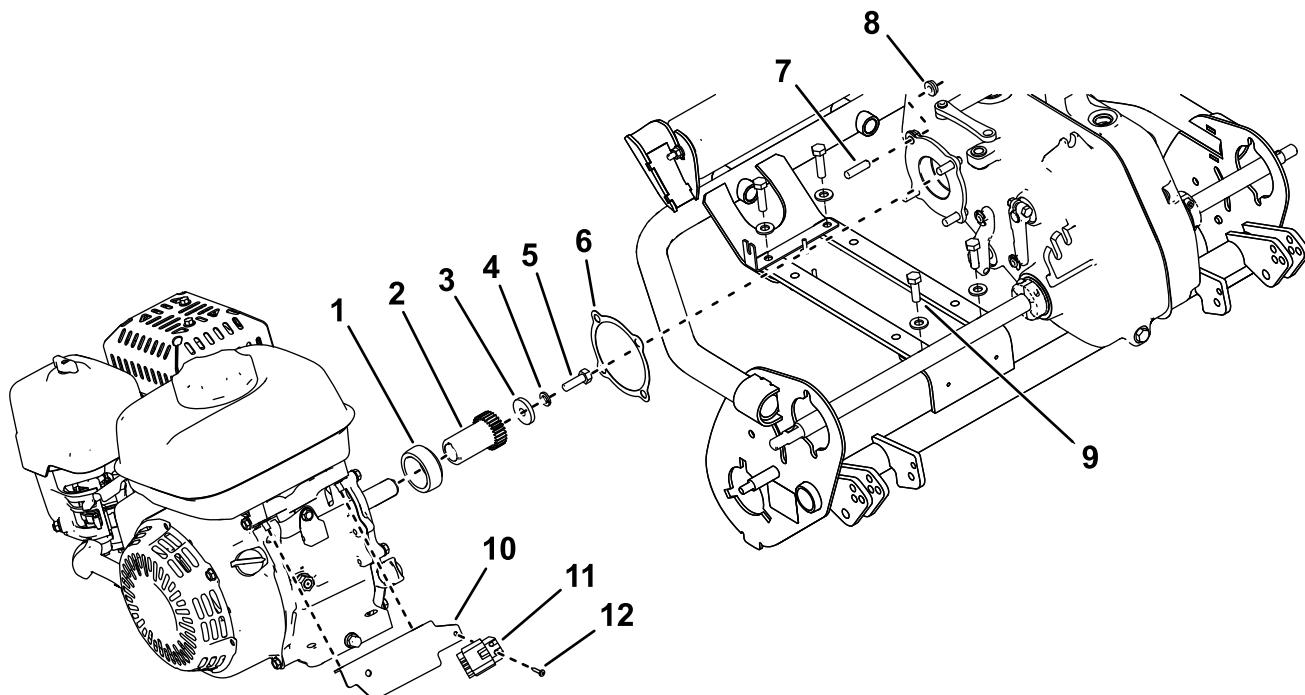

图8
2. 卸下并丢弃将发动机安装到齿轮箱的螺母 图8。
1. 将中等强度可清除防松螺纹油如蓝色 Loctite® 242 乐泰胶涂在新固定螺丝的螺纹上然后将其安装到发动机上 图8。
2. 将之前卸下的发动机输出轴组件安装到发动机 图8。
3. 使用随附的自攻螺丝 图8 将联锁模块安装到线束支架。